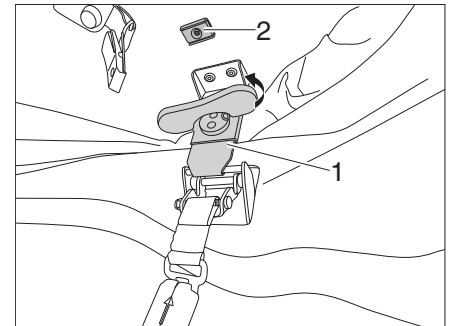
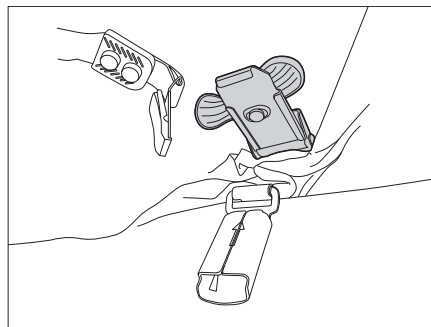

Figura 10 Desactivar los bloqueos
Figura 11 Fijar el bloqueo
- Colocar los tiradores giratorios de los bloqueos izquierdo y derecho (Figura 10,1) y girarlos en sentido contrario a las agujas del reloj, hasta que los bloqueos estén desactivados.
- Girar el tirador giratorio hacia abajo y con el imán (Figura 10,2) fijar el mecanismo de bloqueo (Figura 11).